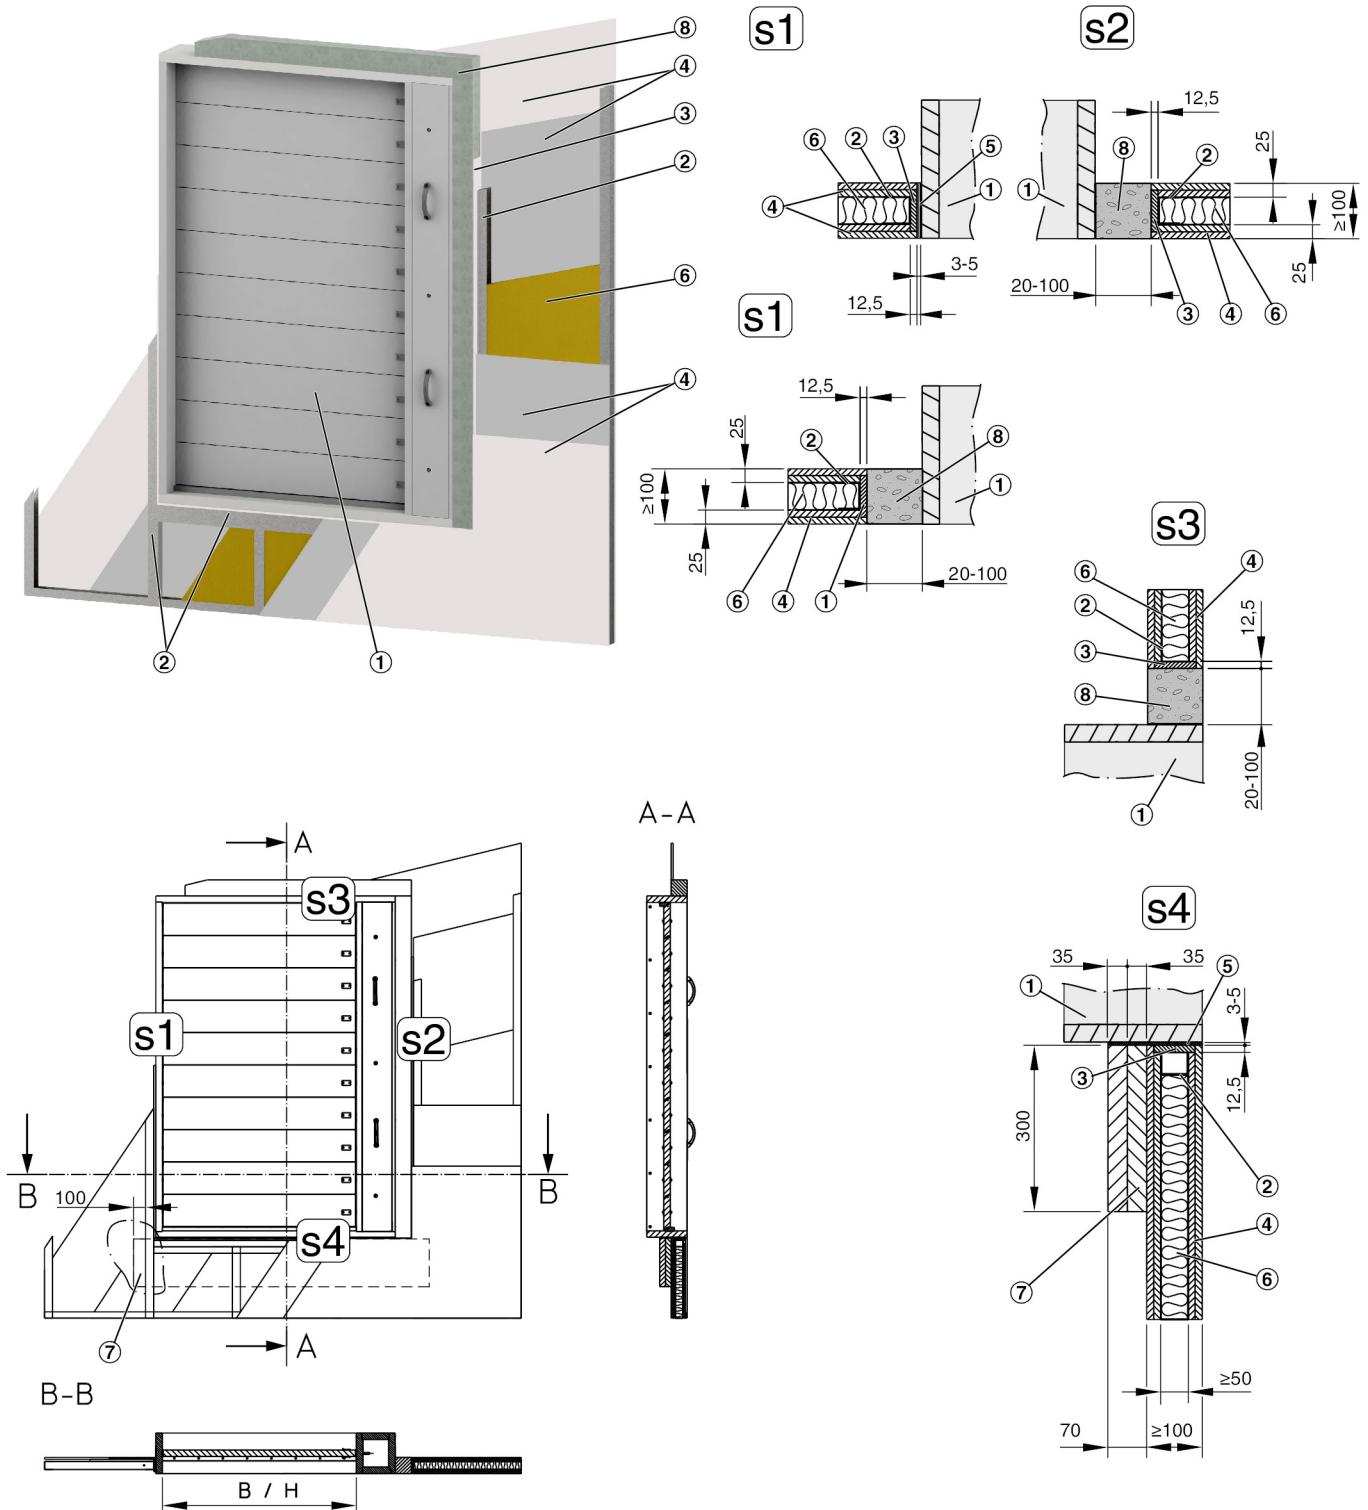

Abb. 27: Einbau in Leichtbauwand
- ▶ Laibung ( Abb. 27 /3) herstellen.
- ▶ Aufdoppelung ( Abb. 27 /7) herstellen: